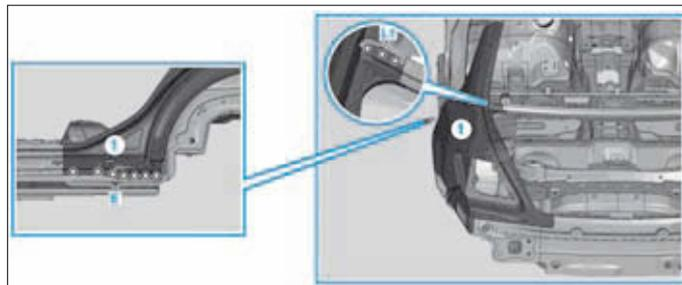

FIG. 106
- Poser et ajuster l'aile arrière (1), le hayon, le feu arrière et le joint d'étanchéité (Fig.106).
- Fixer l'aile arrière (1).
- Percer sur l'aile arrière (1) des trous de rivet de Ø 6,5 mm dans les zones (E et L 1).
- Tailler des deux côtés les trous de rivet sur l'aile arrière (1).